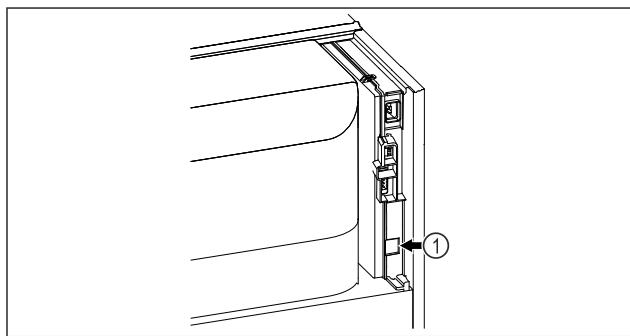

Fig. 99
- ☐ SmartModule Fig. 99 (1) on asennettu.